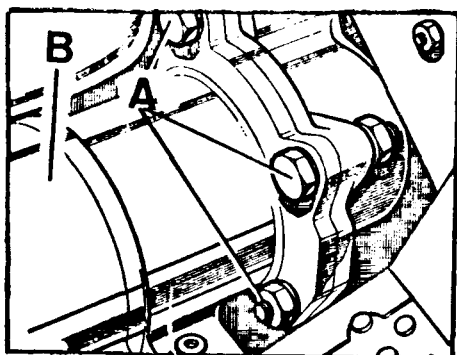

Fig. A1-22 Desmontaje del motor de arranque
- 1.5. Desmontar los pernos y tuercas, A (Fig. A1-22) y extraer el motor de arranque, B.